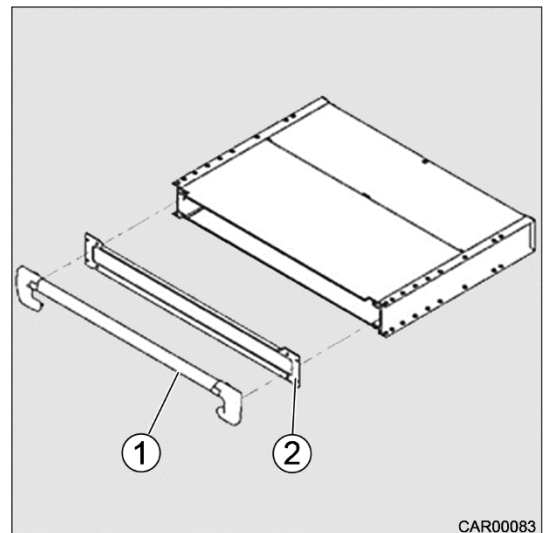

Fig. 215 Déverrouillage de secours
4. Remonter la plaque frontale (Fig. 215/2) et les recouvrements en plastique (Fig. 215/1) dans l'ordre de suite inverse.